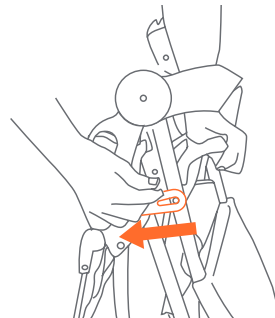

Fig. 23a
- 23) • Apoye el carrito de modo tal que las tres ruedas toquen el suelo. Suelte el pestillo de pliegue, que se encuentra a la derecha del carrito (Fig. 23a).